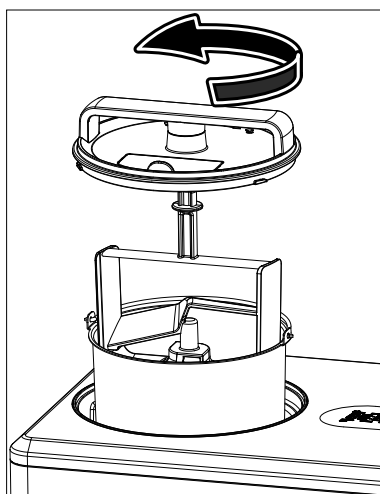

Fig. 4
- ▶ Pour ajouter des ingrédients supplémentaires tels que des noix, ouvrez l'orifice de remplissage du couvercle (voir **fig. 4**). Le processus de refroidissement continue, le bras mélangeur se remet en marche et le programme se poursuit.
- ▶ Après le remplissage, refermez l'ouverture de remplissage (12).